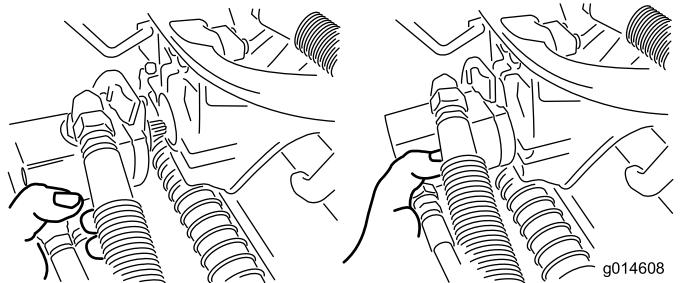

Bild 36
3. Legen Sie den Motor am Aufbewahrungsplatz vorne am Aufhängearm ab (Bild 36).